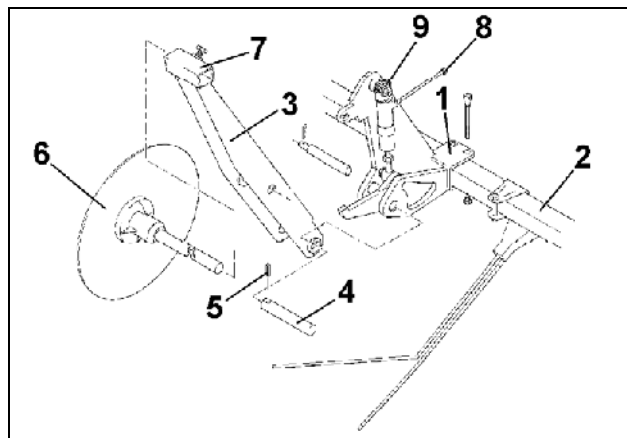

Рис. 33
- Закрепите на выровнителе типа «Ехакт» два несущих крепления (Рис. 33/1)
- Несущий кронштейн диска для нарезки маркерной борозды (Рис. 33/3) закрепите при помощи пальца (Рис. 33/4) и зажимного штифта (Рис. 33/5);
- Установите диски для нарезки маркерной борозды (Рис. 33/6) в несущие кронштейны (Рис. 33/3) и зажмите болтами с шестигранной головкой (Рис. 33/7);
- Гидравлические шланги (Рис. 33/8) подсоедините к обоим гидравлическим цилиндрам (Рис. 33/9) и вместе с гидравлическим цилиндром для заслонки технологической колеи в распределительной головке подсоедините к электро-гидр. клапану;
Устройства для установки технической колеи с 2-м режимом переключения или режимом 6-плюс оснащаются так, чтобы при движении по полю вперед и назад, нарезалась ширина колеи трактора. Потому при этих переключениях необходимо монтировать только один из двух дисков для нарезки маркерной борозды (Рис. 33/1).